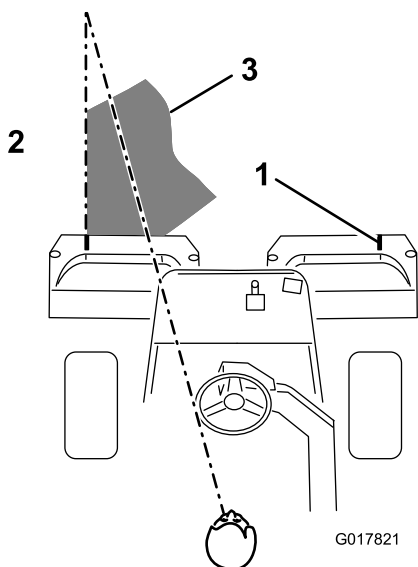

Bild 38
3. Wenn Sie zurückfahren, sollte der neue Mähgang den ersten ein klein wenig überlappen. Damit Sie in einer möglichst geraden Linie über die Grünfläche fahren und einen gleichmäßigen Abstand zum zuvor gemähten Rasenstück einhalten, sollten Sie sich eine imaginäre Sichtlinie ungefähr 1,8 m bis 3 m vor der Maschine bis zum Rand des noch ungemähten Teils der Grünfläche vorstellen (Bild 38). Manche Leute finden es auch hilfreich, die äußere Kante des Lenkrads
in die Sichtlinie mit einzubeziehen, d.h. sie halten das Lenkrad in einer Linie mit einem Punkt, der immer im gleichen Abstand von der Vorderseite der Maschine bleibt (Bild 38).